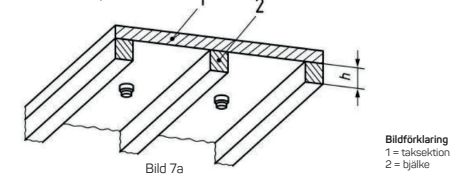

Bild 7a
- I rum med en golvyta mindre än 60m² som är indelat i balkar eller bjälklag gäller följande: om takfältet är mindre än 36 m² måste en brandvarnare installeras per taksektion (se bild 7a).